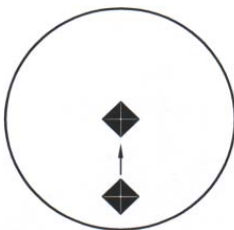

Abbildung 6-13 Eindruck ist unter der Mitte
2. Der Eindruck ist unter der Mitte. Siehe Abbildung 6-13.